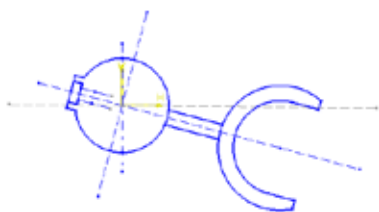

图5-97 绘制水平和垂直的中心线
- 10 将旋转后的图形全选并约束为【固定】。随后继续绘制水平和垂直中心线，如图5-97所示。